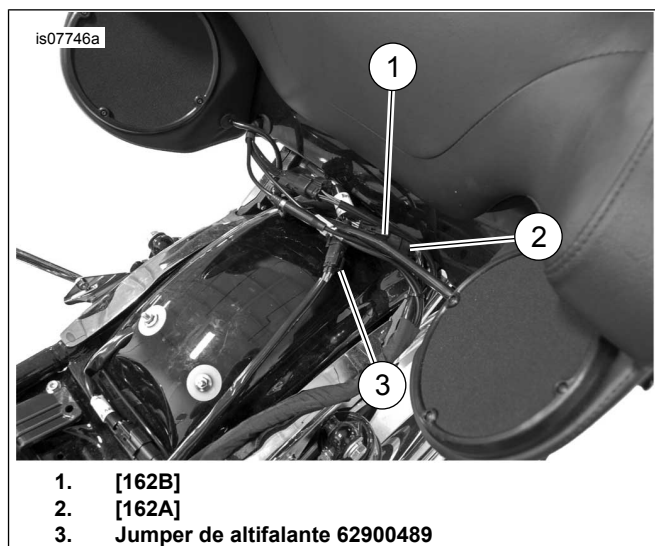

Figura 12. Interligação de almofada do altifalante traseiro
- 11. Ver Figura 12 . **Modelos equipados com SiriusXM:** Reposicionar a antena SiriusXM com o suporte e as instruções desse kit. Instale o fusível principal e verifique o funcionamento do rádio.